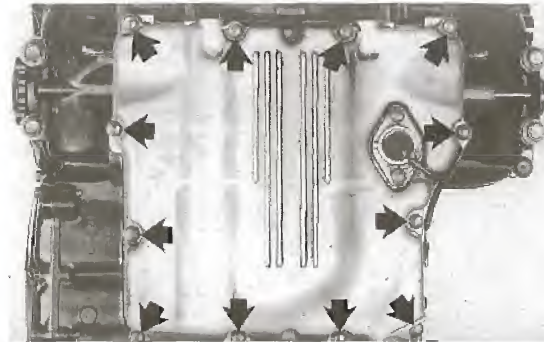

Bild 131
- Kurbelgehäuse umdrehen und Befestigungsschrauben der Ölwanne (Bild 131) schrittweise über Kreuz ausdrehen.